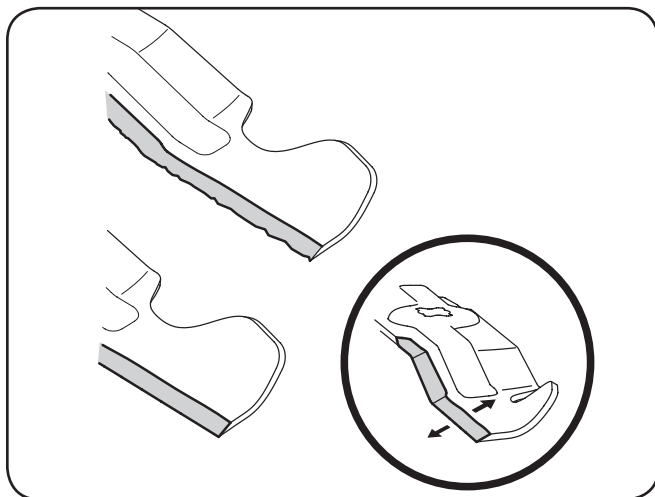

Figura 7-8
4. Para afilar las cuchillas de corte de forma adecuada, extraiga cantidades iguales de metal de ambos extremos de las cuchillas a lo largo de los bordes cortantes, paralelo al borde de caída y a un ángulo de 25° a 30°. Afíle siempre cada borde de las cuchillas de corte de forma pareja para mantener un equilibrio adecuado entre las mismas. Vea la Figura 7-8.